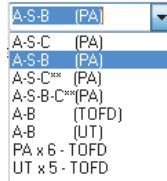

Рис. 4-36 Список доступных экранных схем
2. В списке доступных схем выберите наиболее подходящую схему (Рис. 4-36 на стр. 139).